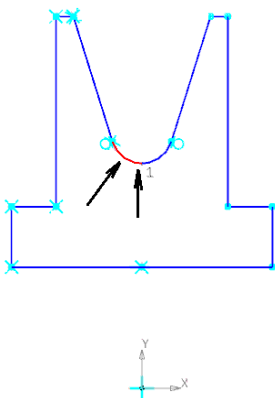

Рис. 2.42. Вказати **ліву дугу** контуру і вказати точку **правого краю лівої дуги** контуру
- а) вказати **ліву дугу** контуру відносно осі Y, яка є віссю симетрії контуру перерізу основи (рис. 2.42);
- б) вказати точку **правого краю лівої дуги** контуру (рис. 2.42);